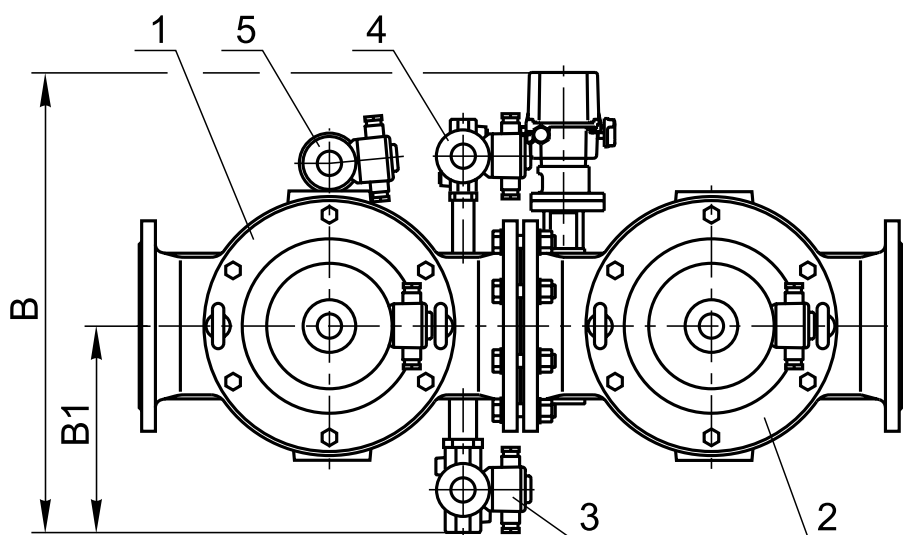
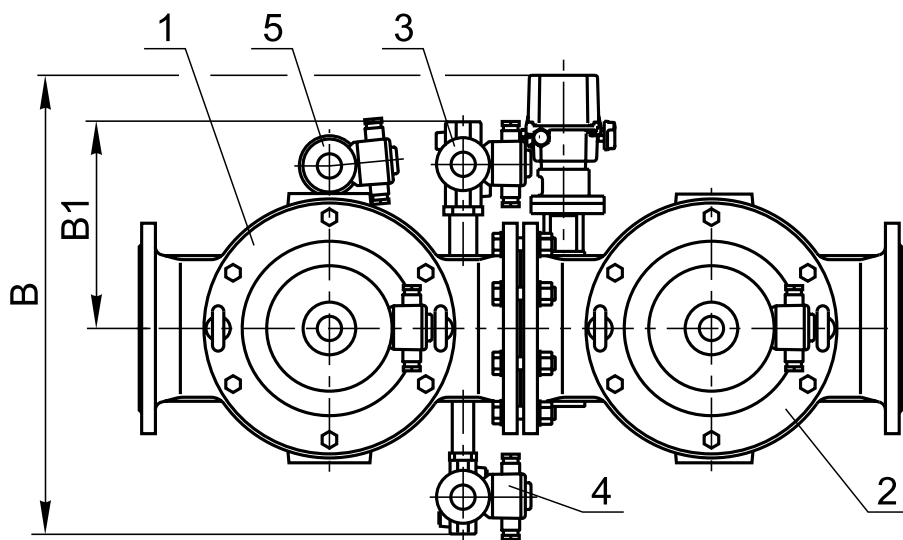

Рис. 23-45
Рис. 23-46
Блок (рис. 23-45, 23-46) состоит из следующих основных узлов и деталей:
Клапан свечи безопасности может располагаться справа по ходу газа (рис. 23-45) или слева (рис. 23-46).
* Для правого исполнения блоков (рис. 23-45).
** Для левого исполнения блоков (рис. 23-46).